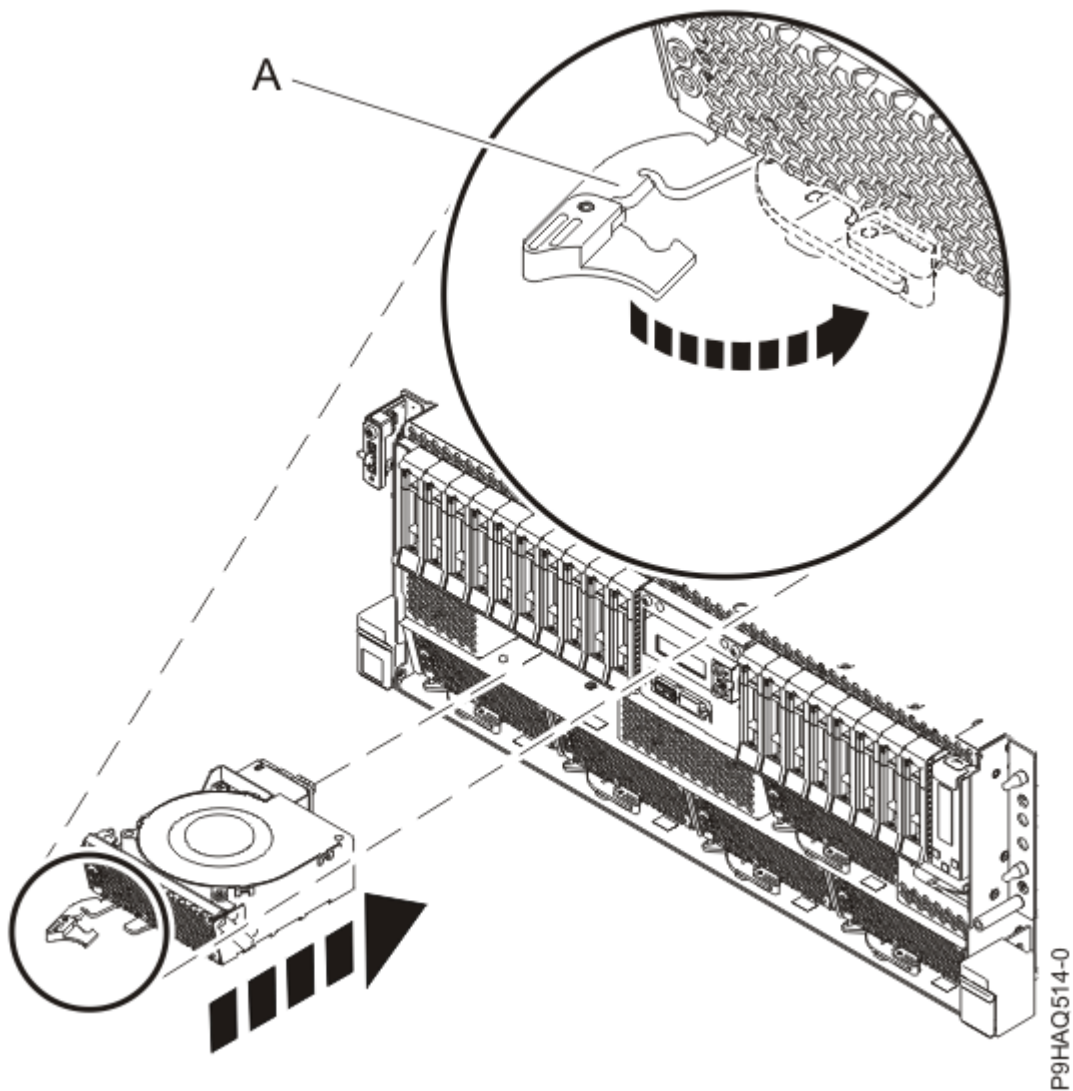

Figure 11. Remplacement d'un ventilateur sur le système
2. Vérifiez que la poignée du ventilateur (**A**) est en position ouverte, comme illustré dans la Figure 11, à la page 14.
3. En maintenant la base du ventilateur avec la main, alignez le ventilateur avec son emplacement et faites-le glisser dans le système. Voir Figure 11, à la page 14.
4. Faites pivoter la poignée du ventilateur (**A**) dans le sens indiqué, puis appuyez sur la poignée jusqu'à ce que le loquet s'enclenche en place. Voir Figure 11, à la page 14.